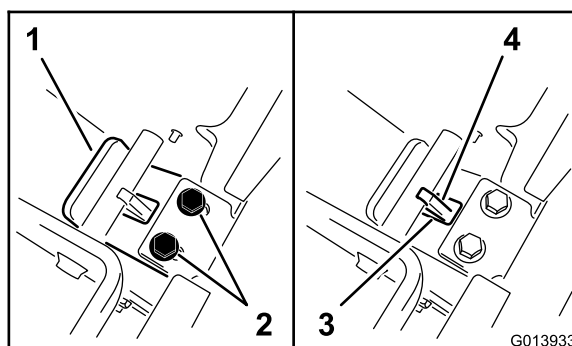

Рисунок 9
2. Сохраняя усилие на опорной пластине, сдвиньте планку на себя, чтобы кромка пластины вошла в контакт с поперечиной (Рисунок 9).